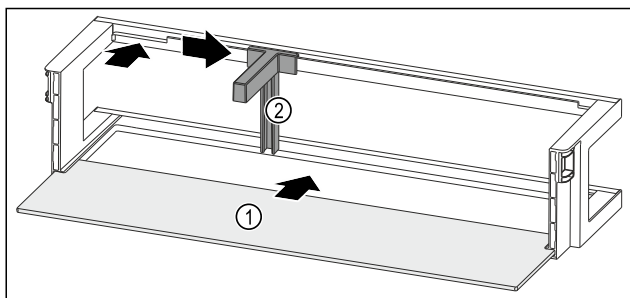

Fig. 96 Vratna polica z odlagalno polico
- Odlagalno polico Fig. 96 (1) vstavite v stranske utore.
- Vstavite držalo za steklenice Fig. 96 (2) v odprtino.
- Držalo za steklenice Fig. 96 (2) potisnite na stran do železnega položaja.